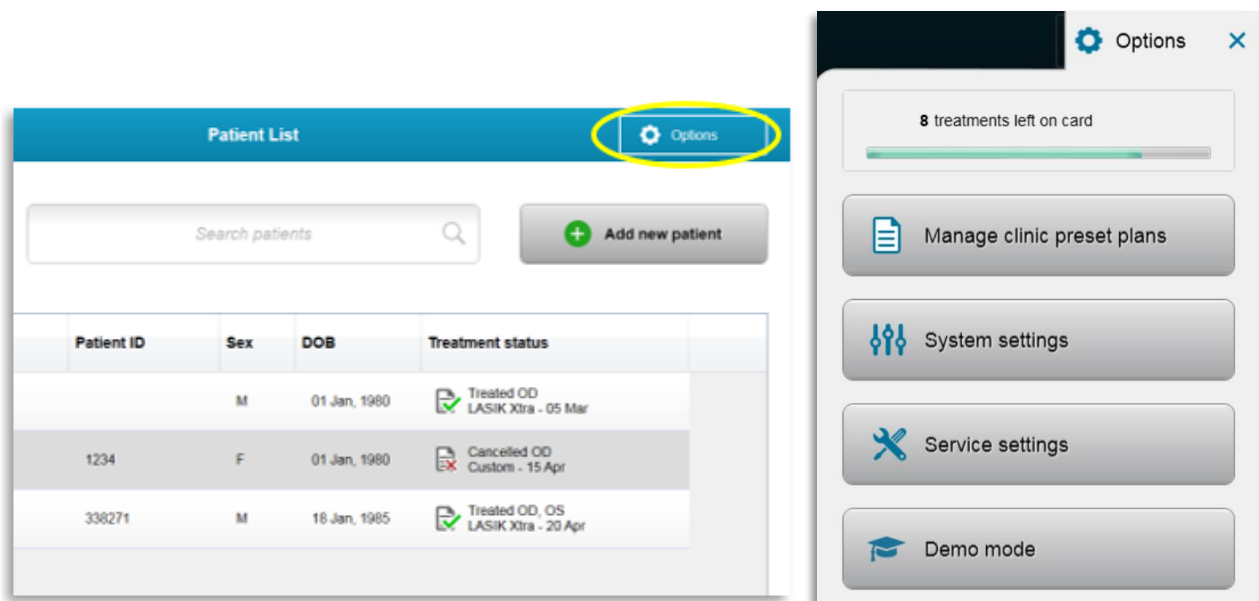

Abbildung 3-50. Auf die Taste „Optionen“ drücken
- Drücken Sie auf dem Startbildschirm „Patientenliste“ (Patient List) die Taste „Optionen“ (Options), um die 4 Optionsmenüs anzuzeigen (siehe Abbildung 3-50).